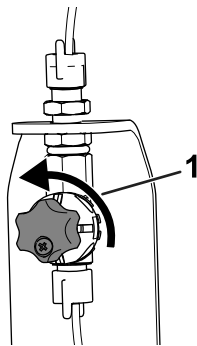

Figura 23
5. Pentru funcționarea inițială, deschideți supapa de reglare a densității spumei cu o optime ($\frac{1}{8}$) până la o pătrime ($\frac{1}{4}$) de tură în sens invers acelor de ceasornic (Figura 23).